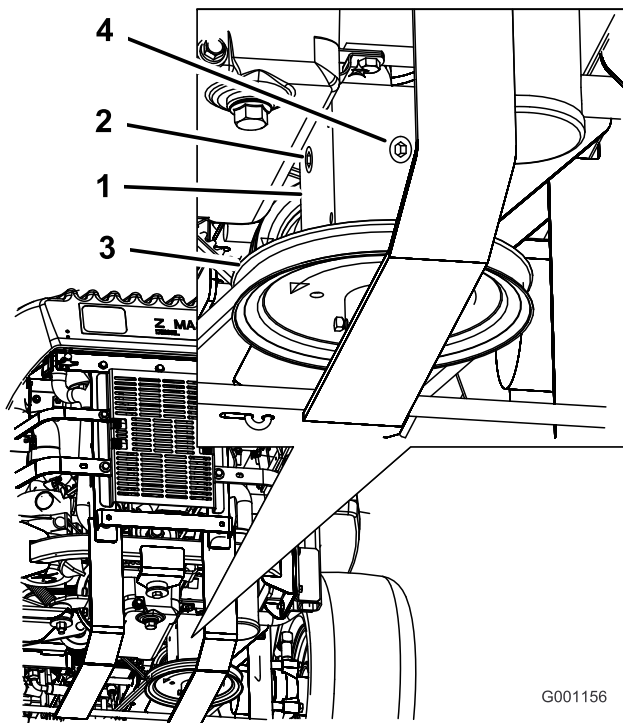

Figura 53
- Togliete il tappo laterale o posteriore degli ingranaggi (Figura 53).